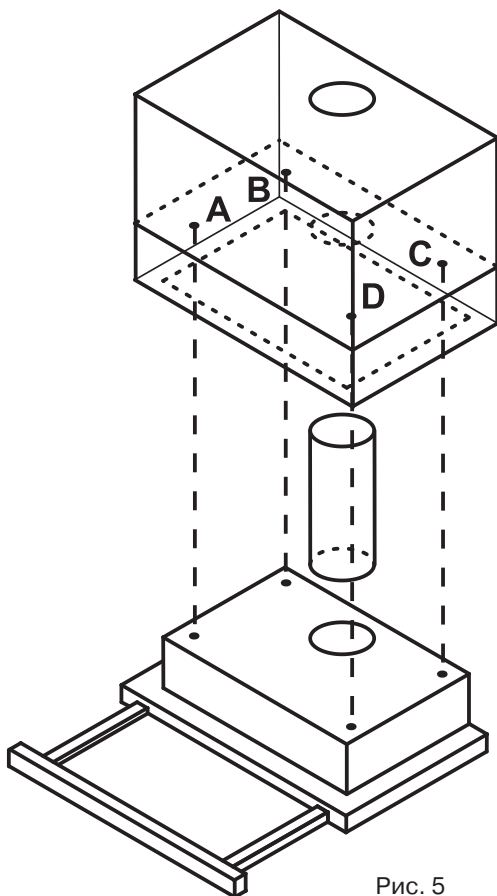

Рис. 5
панели в крайнее переднее положение, открываются кнопочные переключатели режимов работы вытяжки (см. рис. 5):
1. В верхней части корпуса вытяжки имеется четыре отверстия, в которые вставлены пластиковые втулки. Эти отверстия используются для крепления вытяжки к подвесному шкафчику (см. рис. 5).